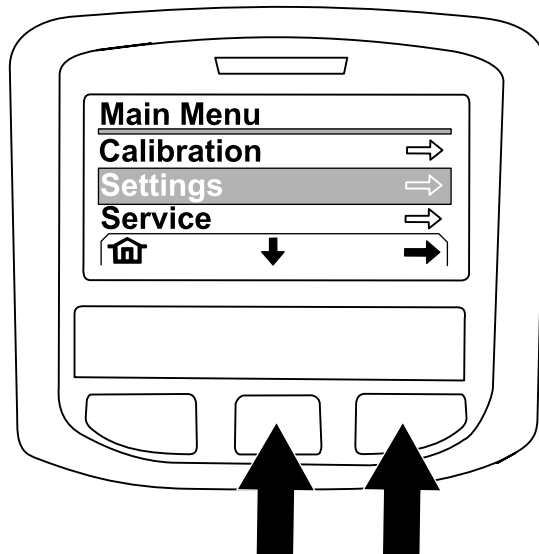

Figure 226
4. Dans l'écran du MENU PRINCIPAL, appuyez sur le bouton central pour naviguer jusqu'à l'option RÉGLAGES, puis appuyez sur le bouton droit pour la sélectionner (Figure 226).